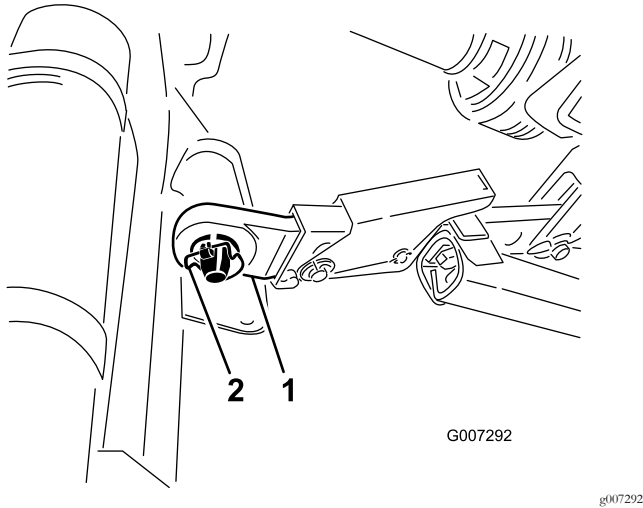

图6
5. 将右下连杆臂和左下连杆臂插到挂钩销上图6。
6. 使用保险销将下连杆臂固定到挂钩销上图6。